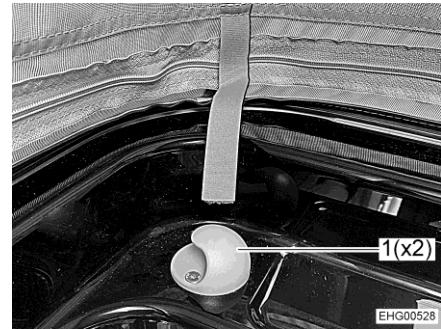

Bild 53 Hållare
- Haka fast skyddsnätet på de två hållarna (Bild 53,1).